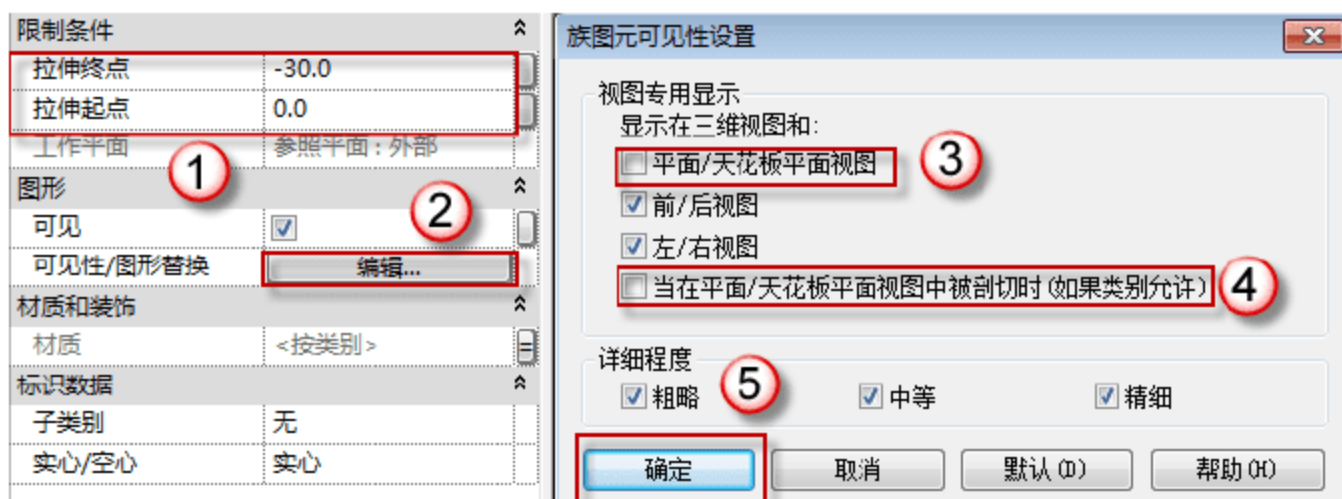
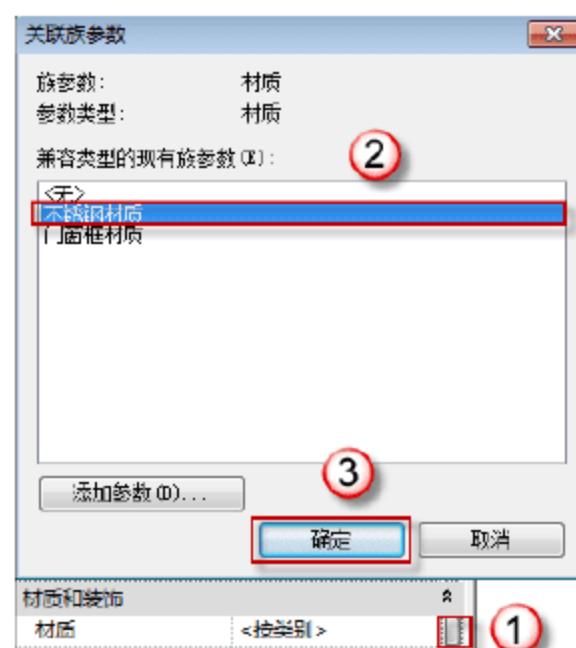

图 8.4.12 设置面板可见性及数值
图 8.4.13 设置面板材质
(10) 设置面板属性。切换至“左”立面视图，分别更改“拉伸起点”和“拉伸终点”数值为“0”和“-30”。单击“属性”面板“图形”栏中的“编辑”按钮，在弹出的“族图元可见性设置”对话框中取消“平面/天花板平面视图”及“当在平面/天花板平面视图被剖切时（如果类别允许）”复选框的选择，单击“确定”按钮完成族可见性设置，如图 8.4.12 所示。接着单击“属性”面板“材质和装饰”栏中的“关联族参数”按钮，在弹出的“关联族参数”对话框的“兼容类型的现有族参数”列表框中选择“不锈钢材质”选项，单击“确定”按钮，完成材质设置，如图 8.4.13 所示。返回“左”立面视图，单击“完成编辑模式”按钮，完成电梯楼层按钮面板的创建。